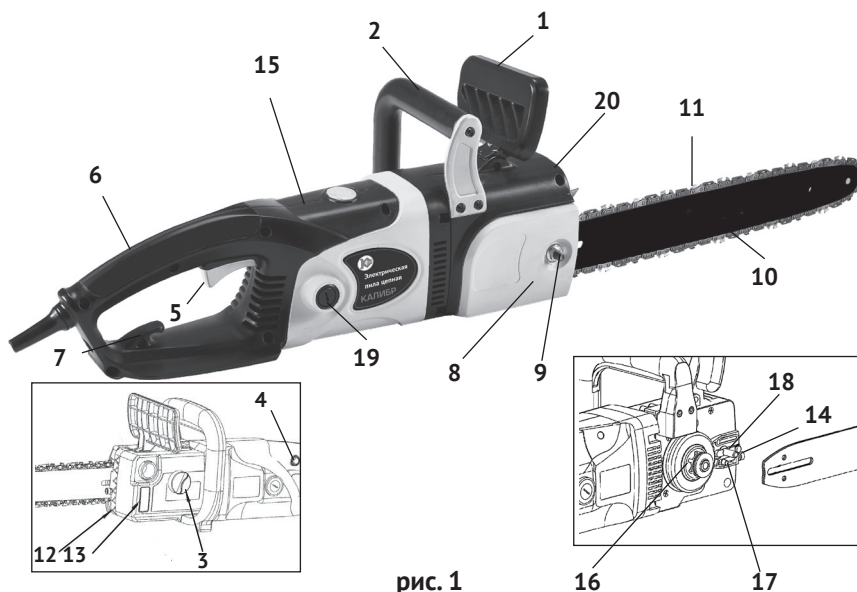

рис. 1
Привод цепи осуществляется однофазным коллекторным электродвигателем. Рабочим органом пилы является пильный аппарат, состоящий из бесконечной (замкнутой) пильной цепи (рис.1 поз.11), бегущей по направляющей шине (рис.1 поз.10).
1.3 Включение пилы в работу осуществляется нажатием на клавишу выключателя (рис.1 поз.5). Выключатель имеет блокировку от случайного включения. Нажатием кнопки (рис.1 поз.4, слева на задней рукоятке), клавиша выключателя разблокируется. После нажатия на клавишу выключателя (рис.1 поз.5), ведущая
щей из 2-х половин, скреплённых винтами, находятся: клавиша выключателя (рис.1 поз.5) и кнопка блокировки (рис.1 поз.4) клавиши. Редуктор, тормоз цепи и система смазки расположены в корпусе редуктора (рис.1 поз.20). Крутящий момент с якоря электродвигателя парой конических шестерён передаётся на шпиндель пилы. На шпинделе крепится звёздочка, преобразующая вращательное движение шпинделя в линейное движение цепи по направляющей шине. Цепь является основным рабочим инструментом пилы.
К правой половине корпуса редуктора крепится крышка шины (рис.1 поз.8). Шина с цепью и крышка шины устанавливаются на шпильку (рис.1 поз.18) и крепятся гайкой (рис.1 поз.9).
На левой половине корпуса редуктора расположены: крышка масляного бака (рис.1 поз.3) и окно контроля уровня масла (рис.1 поз.13).
- открутив гайку фиксации (рис.1 поз.9), снять крышку шины (рис.1 поз.8);
- поворотом винта (рис.1 поз.14) против часовой стрелки переместить палец натяжной (рис.1 поз.17) в крайнее левое положение. Установить шину на шпильку крепления (рис.1 поз.18), при этом палец натяжной должен войти в установочное отверстие направляющей шины;
- пильную цепь (рис.1 поз.11) наденьте на ведущую звёздочку (рис.1 поз.16). Уложите верхнюю часть цепи в паз шины, пропустите цепь между зубцами ведомой звёздочки на переднем конце шины;
- слегка натяните цепь винтом (рис.1 поз.14), вращая его по часовой стрелке;
- установите крышку шины и слегка затяните гайку фиксации (рис.1 поз.9).
Регулировка натяжения цепи производится винтом (рис.1 поз.14) при ослабленной гайке крепления шины (рис.1 поз.9):
- отверните пробку маслобака (рис.1 поз.3);
- заполните бак маслом до верхней части окна (рис.1 поз.13, следите за тем, чтобы в бак не попала грязь);